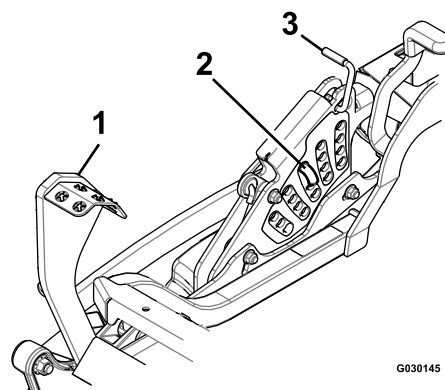

Figura 37
5. Empuje el pedal de elevación de la carcasa hacia delante del todo; la carcasa se enganchará en la posición de transporte de 14 cm (5½") (Figura 37).